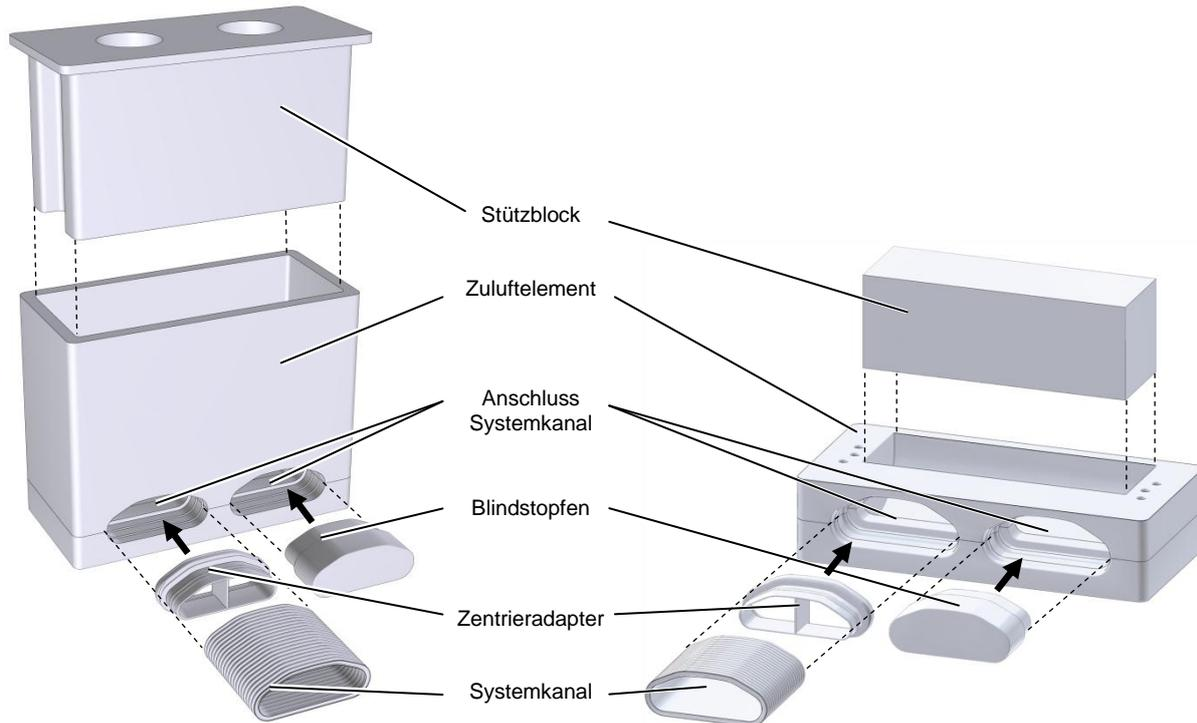

Abb. 17 Zuluftelement Boden (links) und Wand (rechts)
- Verschließen Sie bei Verwendung mit nur einem Systemkanal den zweiten Anschluss mit einem Blindstopfen (siehe Abb. 17).